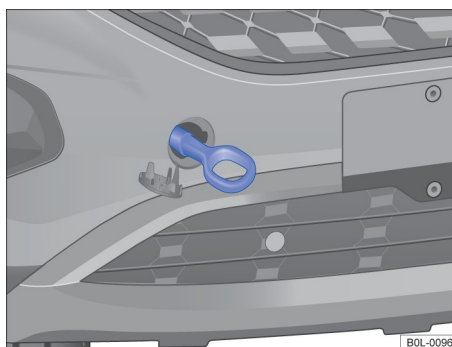

Рисунок 130. Верхняя правая сторона переднего бампера: прикрутите буксирное кольцо
- Плотно завинтите буксирное кольцо в опору против часовой стрелки → **Рисунок 130** → ①. С помощью подходящего инструмента достаточно и надежно ввинтите буксирное кольцо в кронштейн.